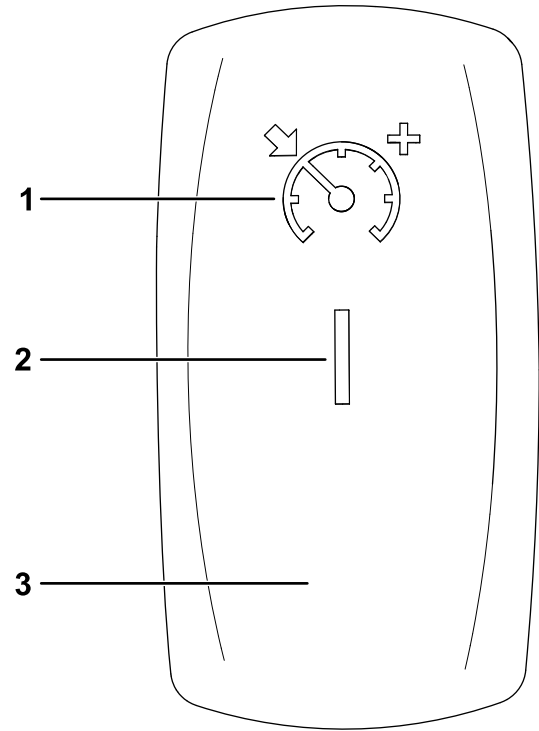

Figura 84
1. Mueva el interruptor del control de cruce a la posición de ACTIVADO (Figura 84).
2. Cuando alcance la velocidad de avance deseada, presione el interruptor del control de cruce hacia arriba para activar/ajustar el control de cruce (Figura 84).
Para aumentar la velocidad del control de cruce, presione el interruptor hacia arriba hasta alcanzar la velocidad deseada (Figura 84).
Para desactivar el control de cruce, presione el interruptor hacia abajo, a la posición de DESACTIVADO (Figura 84).